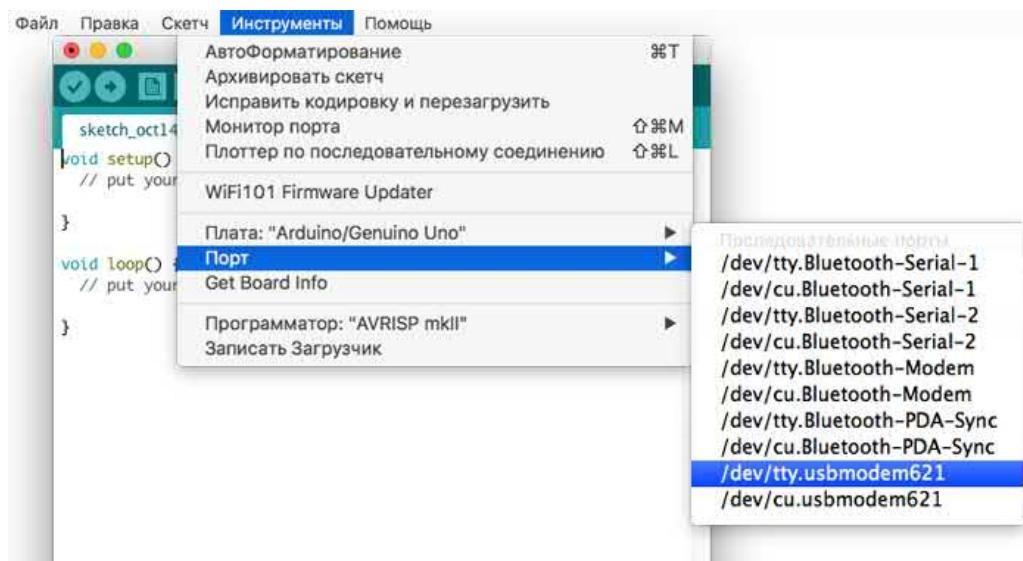

Рис. 2.3. Выбор последовательного порта Arduino
- ◆ чтобы задать последовательный порт, выберите команду меню **Инструменты | Порт** (Tools | Serial Port). Если вы работаете на компьютере под управлением ОС Windows, то, вероятно, вариантов вам будет предложено не много. Скорее всего, вы сможете выбрать пункт **COM4**. На компьютерах с Mac OS и Linux обычно перечисляется множество USB-устройств, и порой сложно определить, какое из них — ваша плата Arduino. Как правило, ей будет соответствовать запись **dev/tty.usbmodemNNN**, где *NNN* — некий номер. На рис. 2.3 выбрана плата Arduino, подключенная к моему Макинтошу.